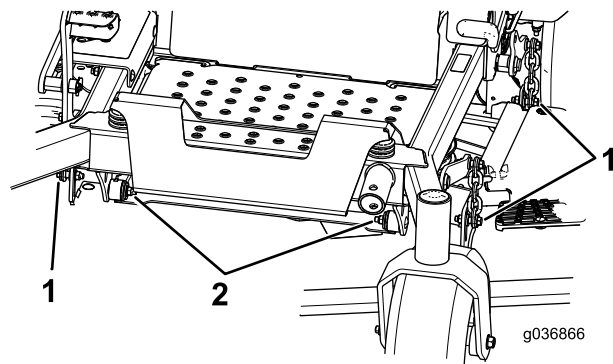

Figura 81
7. Retire y guarde los pernos y las tuercas de ambos lados de la máquina (Figura 81).